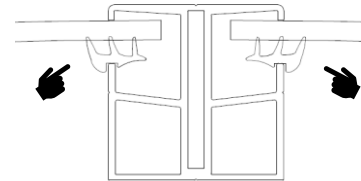

Abb.50
- montieren der Keildichtung Pos. 1 und (Abb.50)